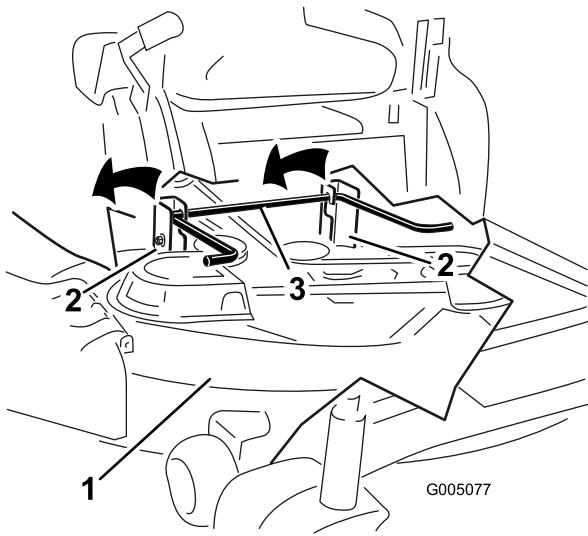

Figura 66
- Eleve la carcasa de corte y desenganche la varilla de elevación trasera de las pletinas de suspensión, y baje el cortacésped con cuidado al suelo (Figura 66).
5. Eleve la parte trasera de la carcasa de corde y coloque las pletinas de suspensión sobre la varilla de elevación trasera (Figura 66).